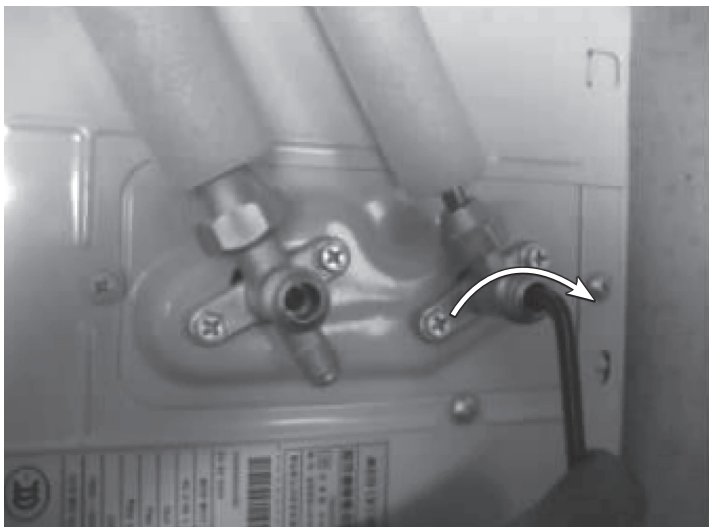

图 3-49 关闭高压截止阀
2) 用内六角扳手向右旋高压截止阀的阀芯，关闭高压截止阀，如图 3-49 所示。压缩机不再往管路、室内机输送制冷剂，而制冷剂在压缩机的作用下通过低压截止阀被吸入压缩机。